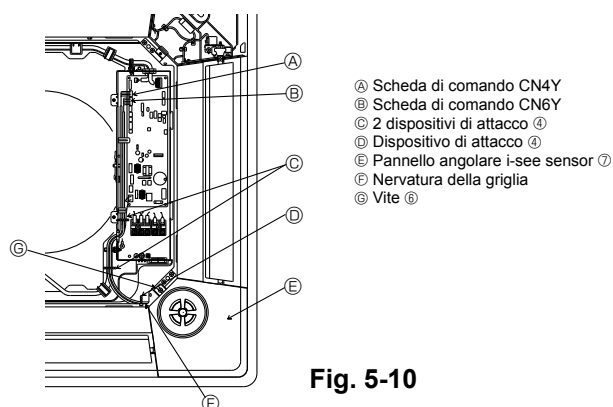

Fig. 5-10
5.6. Installazione del pannello angolare i-see sensor (Fig. 5-10)